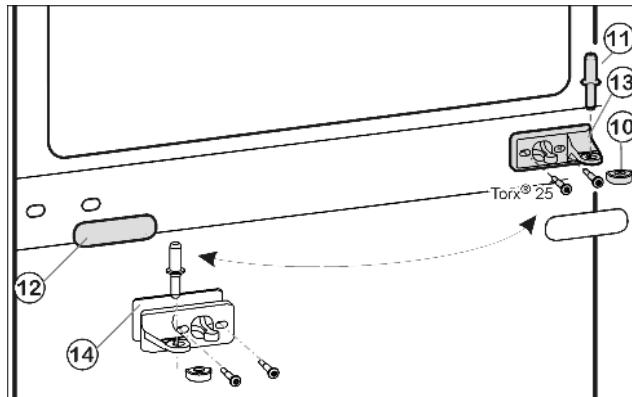
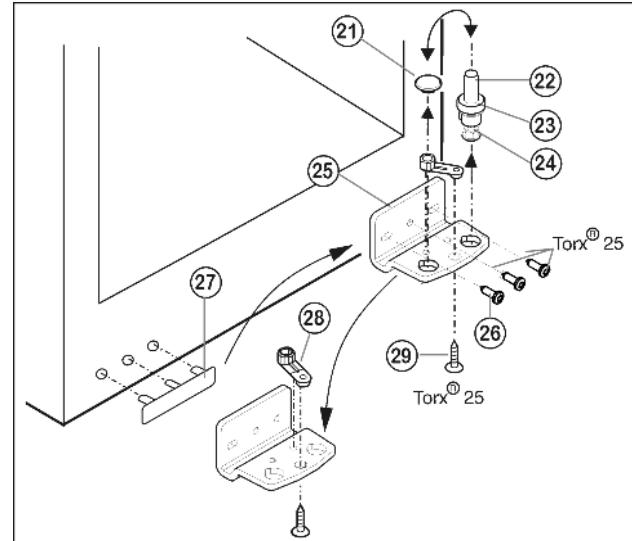

Fig. 5
Fig. 6
- ▶ Вытащите из опорного кронштейна и нижней дверцы средний опорный винт Fig. 5 (11).
- ▶ Снимите пластмассовый колпачок Fig. 5 (10).
- ▶ Открутите средний опорный кронштейн Fig. 5 (13) (2 шт. Torx® 25).
- ▶ Осторожно снимите накладку Fig. 5 (12).
- ▶ Прикрутите средний опорный кронштейн Fig. 5 (13) с подкладкой Fig. 5 (14) с поворотом на 180° на новую сторону шарнира (**с моментом 4 Нм**).
- ▶ Защелкните накладку Fig. 5 (12), повернув на 180°, на стороне, где теперь будет ручка.
- Извлеките опорный винт Fig. 6 (22) в комплекте с шайбой Fig. 6 (23) и регулируемой опорой Fig. 6 (24), вытягивая его вверх.
- Снимите пробку Fig. 6 (21).
- Открутите Fig. 6 (26) опорный кронштейн Fig. 6 (25).
- Открутите Fig. 6 (29) опорную деталь Fig. 6 (28) и, переставив в отверстие на противоположной стороне опорного кронштейна, снова прикрутите.
- Осторожно снимите и переставьте на противоположную сторону крышку со стороны ручки Fig. 6 (27).
- Снова прикрутите опорный кронштейн Fig. 6 (25) на новой стороне шарнира (с моментом 4 Нм). При необходимости используйте аккумуляторный шуруповерт.
- Переставьте пробку Fig. 6 (21) в свободное отверстие.
- Вновь установите опорный винт Fig. 6 (22) в комплекте с шайбой и регулируемой опорой. При этом фиксатор должен быть направлен назад.
- Установите нижнюю дверцу сверху на нижний опорный винт Fig. 6 (22).
- Снова наденьте пластмассовый колпачок Fig. 5 (10) на средний опорный кронштейн Fig. 5 (13).
- Вставьте средний опорный винт Fig. 5 (11) на новой стороне шарнира через средний опорный кронштейн Fig. 5 (13) в нижнюю дверцу.
- Установите верхнюю дверцу на средний опорный винт Fig. 5 (11).
- При необходимости выровняйте дверцы через два продольных паза в нижнем опорном кронштейне Fig. 6 (25) и среднем опорном кронштейне Fig. 5 (13) параллельно корпусу устройства. Для этого выкрутите средний винт на нижнем опорном кронштейне Fig. 6 (25).